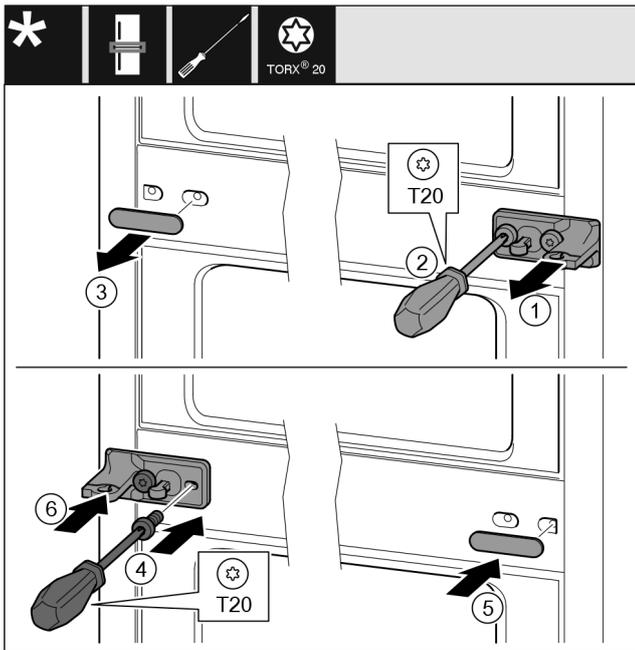

Fig. 10
- ▶ Scheibe abziehen. Fig. 10 (1)
- ▶ Schrauben mit Schraubendreher T20 herausdrehen. Fig. 10 (2)
- ▶ Abdeckung vorsichtig abziehen. Fig. 10 (3)
- ▶ Lagerbock mit Folie um 180° gedreht auf der anderen Seite fest anschrauben. Fig. 10 (4)
- ▶ Abdeckung um 180° gedreht auf der anderen Seite anbringen. Fig. 10 (5)
- ▶ Scheibe von vorn aufschieben. Fig. 10 (6)